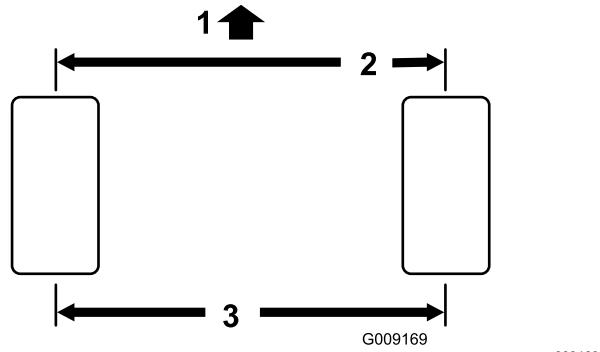

Bild 75
2. Messen Sie den Abstand vorne und hinten an den Lenkreifen Mitte-zu-Mitte (auf Achshöhe) (Bild 75).